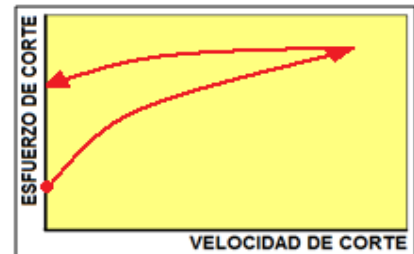

Figura A-12. Comportamiento de los fluido reopéticos.
**Fluido reopéticos.** A diferencia de los fluidos tixotrópicos, el esfuerzo cortante se incrementa conforme se incrementa la duración del corte, figura A-12.